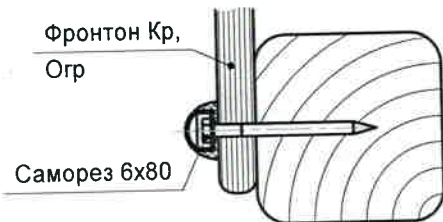

Рисунок 8 - Крепление крыши (Кр)
5.1.3 Установить стяжки с кубиками (поз.4) вместе с планками (поз.5) между столбами СТ3 и СТ4, прикрепив планки к столбам (рисунок 8) – шуруп 5x80 – 2 шт.х2, стяжку с вваренными гайками – болт М10х90 впотай (в столба СТ3) + болт М10х110 (в столб СТ4). Для этого предварительно необходимо стяжки с кубиками продеть в отверстия планок, собрав их в единый блок.